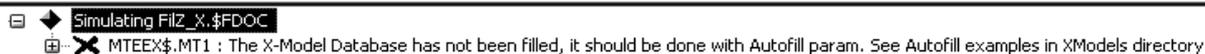

Рис.1.93
1. Откройте вкладку **Proj** в левом окне проекта и сделайте активным окно графика **LdB**. Щёлкните левой кнопкой мышки по значку **Analyze** на панели инструментов. Если в Microwave Office имеется заполненная X-модель, начнётся анализ схемы. В противном случае открывается окно, в котором сообщается, что модель не заполнена и нужно её заполнить (рис. 1.93). В этом случае закройте это окно сообщения и выполните сле-